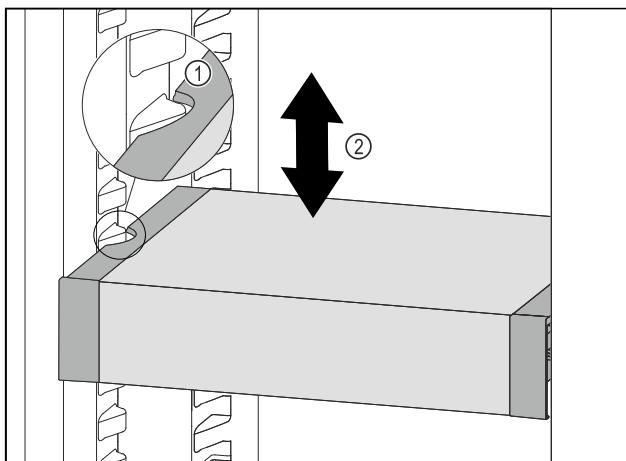

Fig. 141
- VarioSafe nach vorne ziehen, bis sich die seitlichen Aussparungen des VarioSafes auf Höhe der Behälterrippe im Kühlteil befinden. Fig. 141 (1)
- VarioSafe im Kühlteil nach oben oder unten bewegen, bis gewünschte Höhe erreicht ist. Fig. 141 (2)